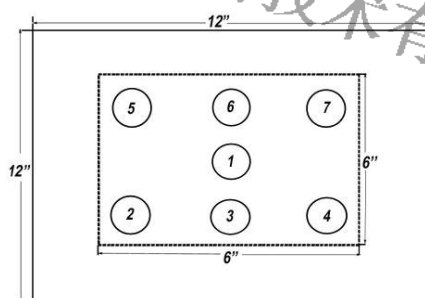

图 2
e.重复步骤“e”, 完成所有待测位置, 并显示所有温度点相对于箱体的位置的位置。(见图 2)